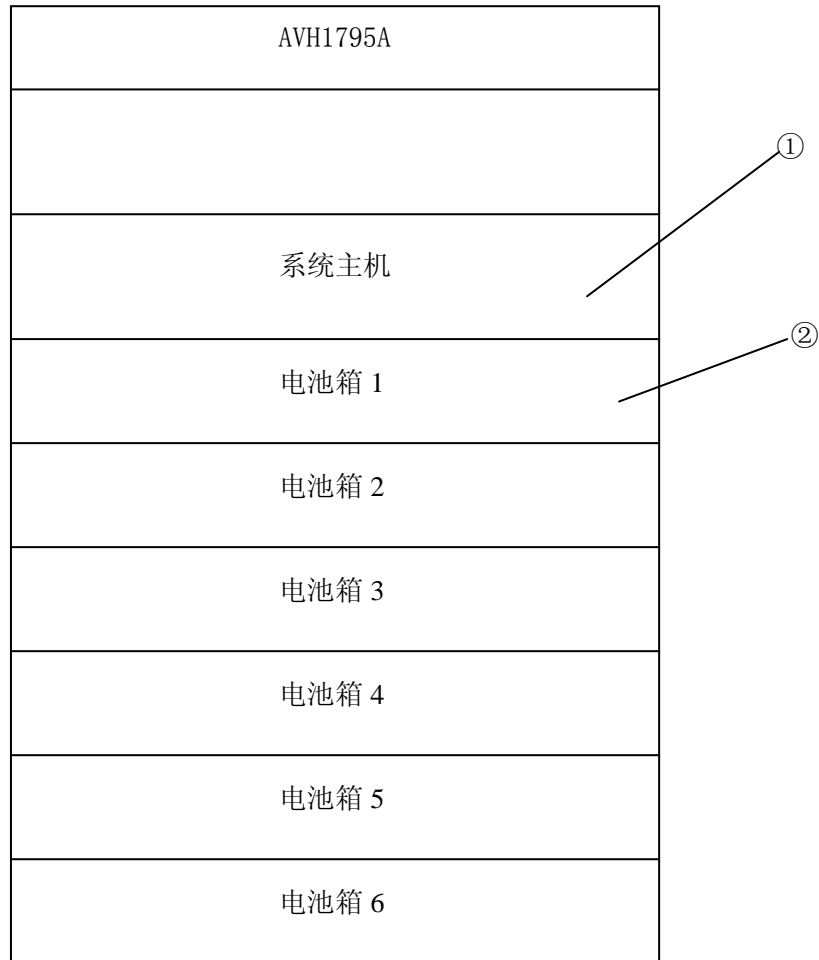

图 4-1 设备面板示意图
4.1.1 AVH1795A 面板示意图如图 4-1 所示。